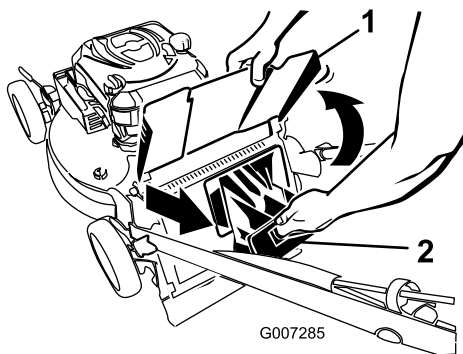

Bild 21
2. Heben Sie das Auswurfablenkblech an und halten es hoch (Bild 21).
3. Ziehen Sie die Heckauswurflappe ab (Bild 21).
2. Ziehen Sie die Heckauswurfklappe ab (Bild 21).